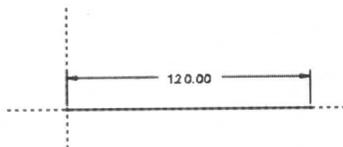

图 1-15
① 单击基准特征工具栏中的  按钮，打开〔草绘〕对话框。
② 选择 FRONT 基准面为草绘平面，RIGHT 基准面作为参照面，单击【草绘】按钮，进入草绘工作界面。
③ 绘制如图 1-15 所示的曲线。